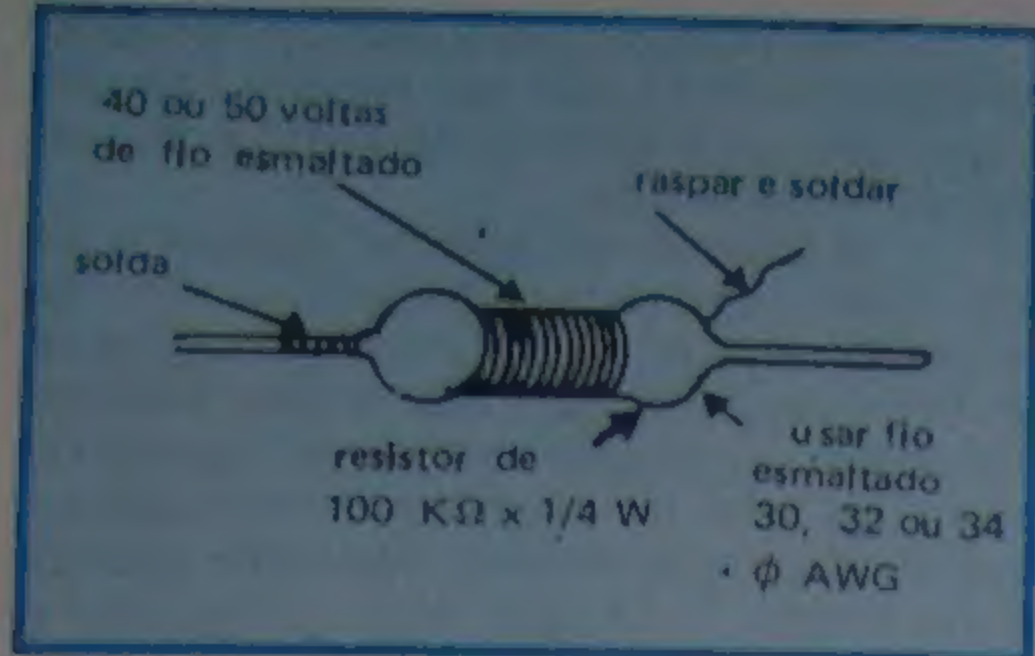

Figura 28 - Construção de XRF1.
e) O choque de RF XRF1 é enrolado pelo próprio montador constituindo-se em cerca de 40 a 50 voltas de fio fino (32 AWG) enroladas em torno de um resistor de 100K e ligada em paralelo com o mesmo. Observe na figura 28 a construção deste componente. Tenha o cuidado de raspar as pontas do fio esmaltado para fazer sua soldagem.